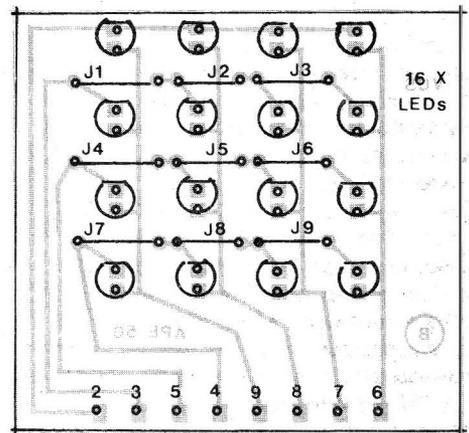

Fig. 6
- FIG. 6 - "CHAPEADO" DA MONTAGEM - PLACA "B" - O lado não cobreado da placa "B" traz a estilização do posicionamento dos 16 LEDs (todos eles com o lado chanfrado, correspondente ao terminal de **catodo** - K -, voltado para a borda **oposta** à quem tem a linha de 8 contatos de conexão inter-placas...), bem como os **importantes jumpers** (simples pedacinhos de fio, interligando duas pilhas específicas...), numerados de J1 a J9... Os tais **jumpers** devem ser inseridos e soldados **antes** dos LEDs e **não podem** ser esquecidos! Se "unzinho" só deles não estiver na placa, todo o **display** mostrará funcionamento errático e incompleto... Quanto aos LEDs, para boa estética e visualização, convém que não fiquem muito rentes à superfície da placa, e que suas "cabeças" (todas as 16...) guardem a **mesma** altura com relação a dita superfície... Com o "truque" de enfiar previamente todos os LEDs nos respectivos lugares, apoiando em seguida a placa, "de ca-